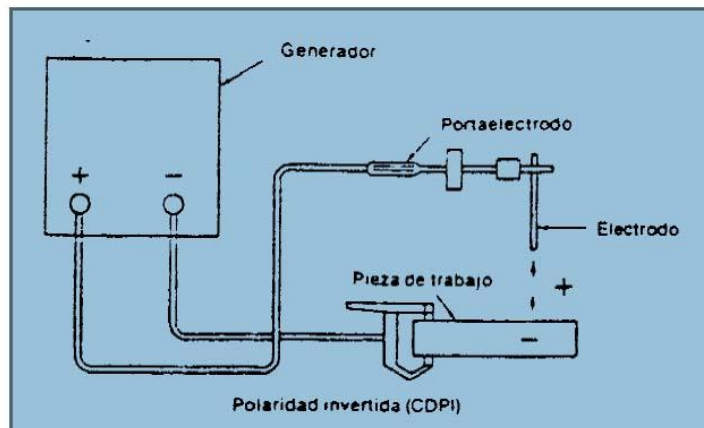

Figura 4. Conexión inversa
- b. *Polaridad invertida* - la conexión de los terminales de soldar es de tal manera que, en el circuito del arco, el trabajo está conectado a la pinza de tierra (polo negativo) y el electrodo es el polo positivo (figura 4).